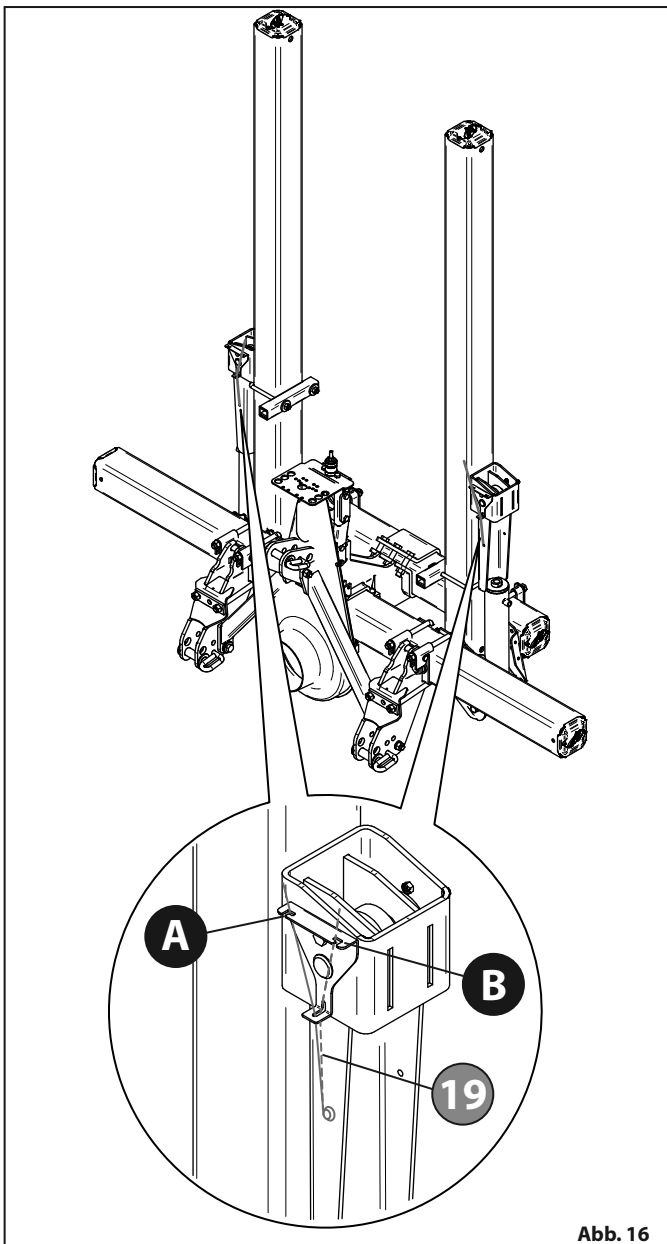

Abb. 16
- Zum Öffnen des Rahmens bewegen Sie die Feder **19** von der Position **A** in die Position **B** "Abb. 16".